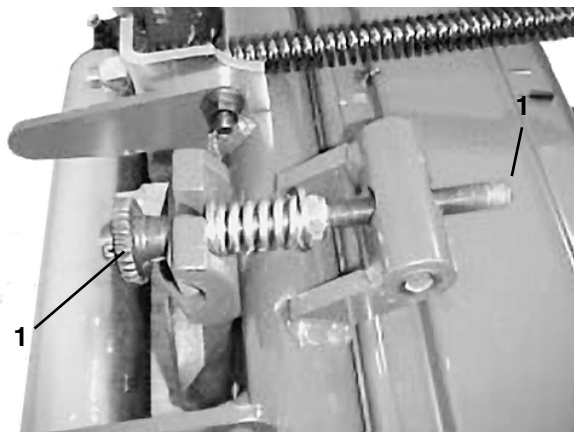

Fig. 3
N.B. Per girare la manopola di regolazione della controlama occorre una chiave da 19 mm. Ogni tacca sulla manopola sposta la controlama di 0,013 mm verso il cilindro (Fig. 3).